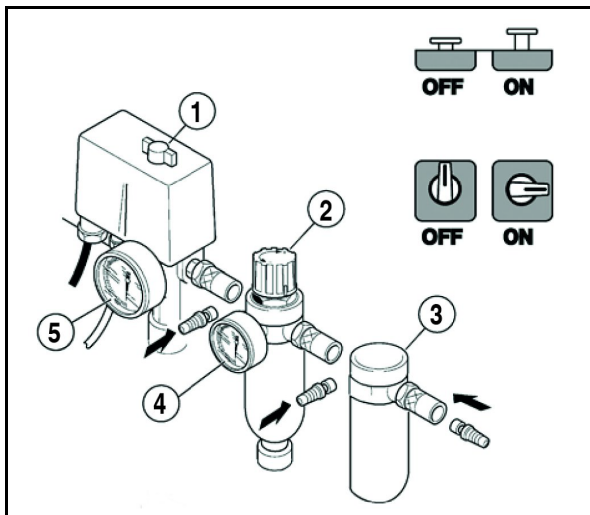

Abb. 5: Kontrollinstrumente
- (1) Druckschalter ON/OFF
- (2) Filterdruckregler
- (3) Nebelöl
- (4) Manometer Arbeitsdruck
- (5) Manometer Kesseldruck
Der Arbeitsdruck wird mit dem Filterdruckregler (2) eingestellt und am Manometer für den Arbeitsdruck (4) abgelesen (Abb. 5).